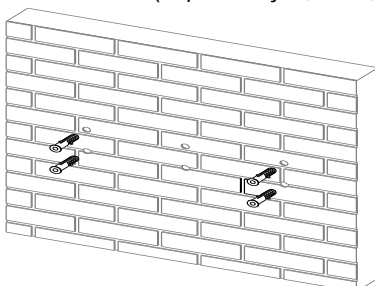
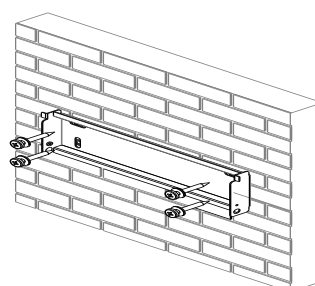

FIG.6-7 Instale âncoras de expansão
FIG.6-8 Fixe o suporte de montagem na parede
2) Faça buchas de expansão nos quatro furos correspondentes e, em seguida, fixe o suporte de montagem na parede com parafusos auto-roscentes (especificação, ST 6,3 x 50), conforme FIG. 6-7 e FIG. 6-8.